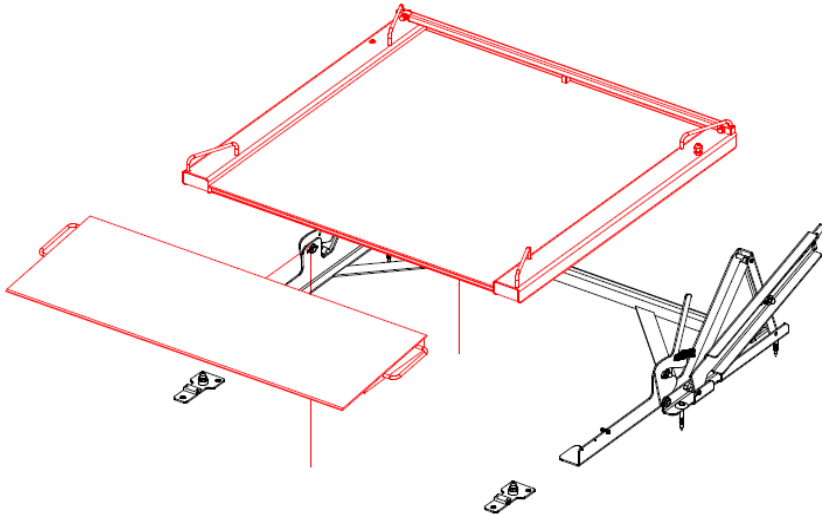

Abbildung 12. Die Plattform und die Rampe auf den Bolzen der Montagefüße
7. Legen Sie die Plattform und passen Sie die Dehnungsmessstreifen an die Bolzen an. Passen Sie die Rampe an die Montagefüße an (Abbildung 12).